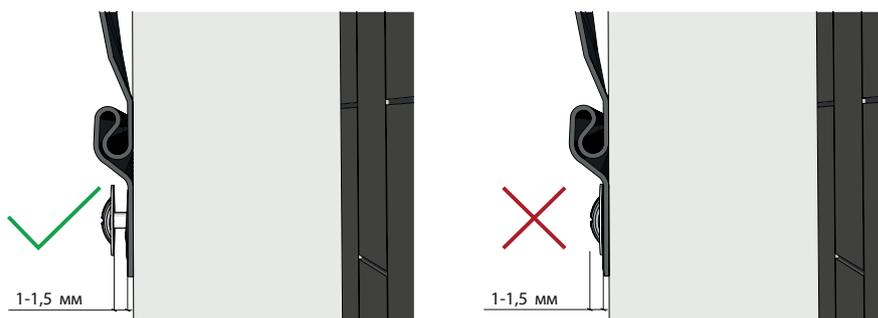

Рисунок 2
- 6.1 Между шляпкой самореза и панелью или доборным элементом необходимо оставлять зазор 1-1,5 мм (рис. 2), для возможности движения панели при тепловых расширениях.